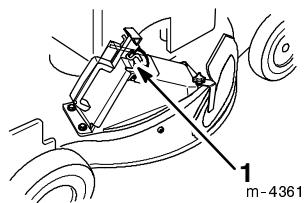

Figure 46
6. Lâcher le loquet et le laisser s'accrocher sur les pattes de l'obturateur (Fig. 46).